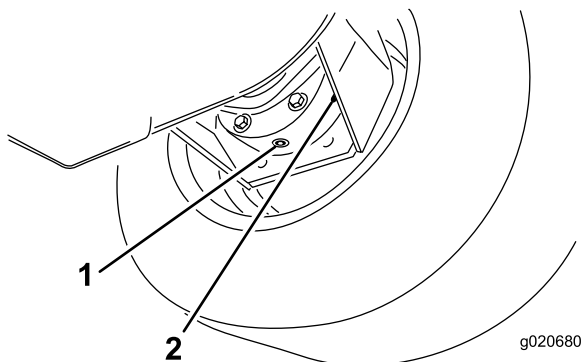

Figura 59
3. Coloque un recipiente debajo del alojamiento del freno, retire el tapón y deje que se drene el aceite (Figura 59).